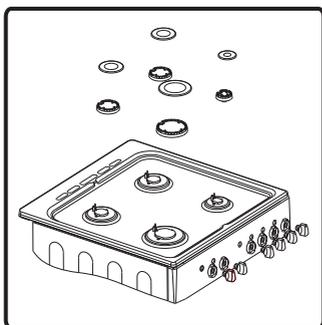

Abbildung 7
- Nehmen Sie Brennerkappe und Adapter vom Brenner ab (Abbildung 7).
- Schrauben Sie die Injektoren heraus. Verwenden Sie dazu einen 7-mm-Schraubenschlüssel (Abbildung 7).